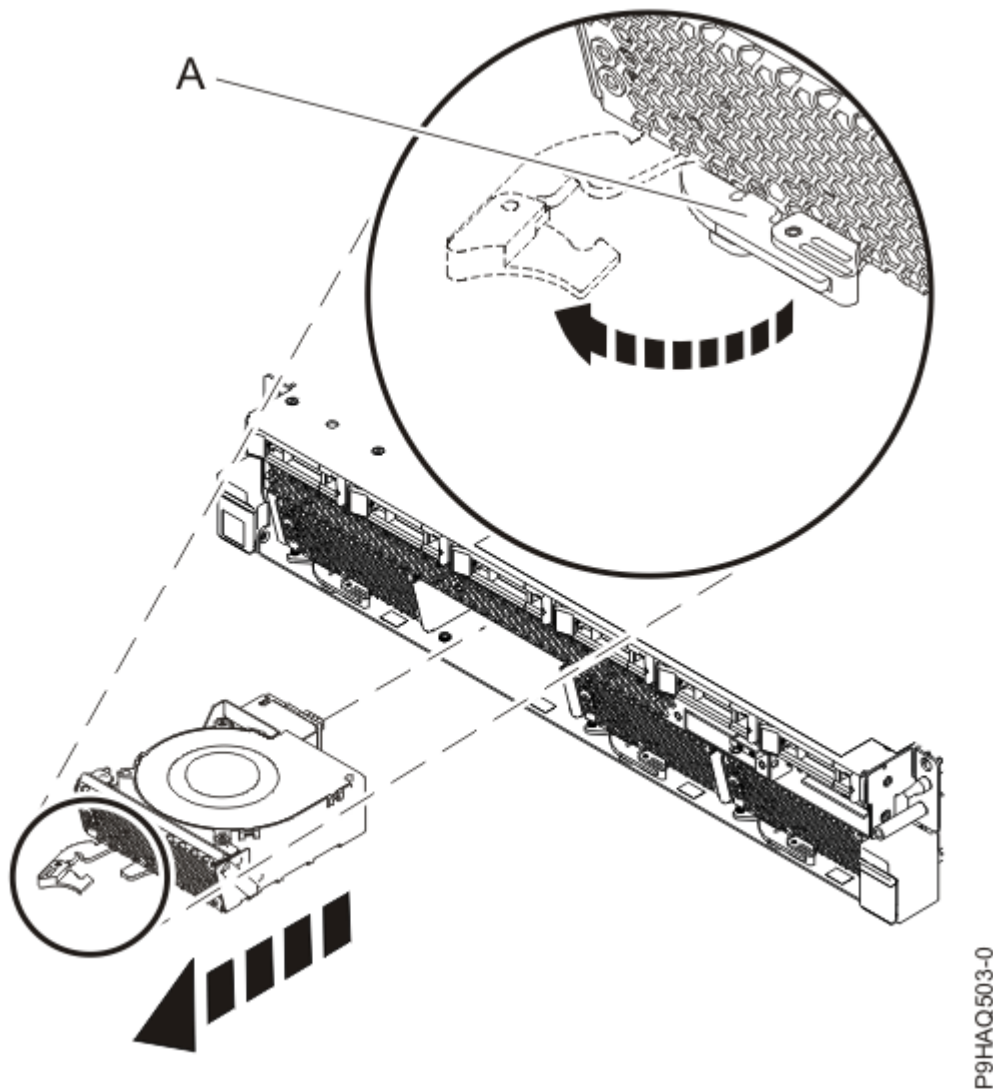

Figura 5: Removendo um Ventilador do Sistema
- a) Coloque o polegar contra a parte frontal da trava **(A)** conforme mostrado na Figura 5 na página 7 e coloque seu dedo indicador contra a parte traseira da trava.
- c) Gire a alça na direção mostrada na Figura 5 na página 7 para desbloquear o ventilador de seu slot.
- d) Segure a alça e usando sua mão para suportar a parte inferior do ventilador, puxe-o para fora de seu slot, conforme mostrado na Figura 5 na página 7.